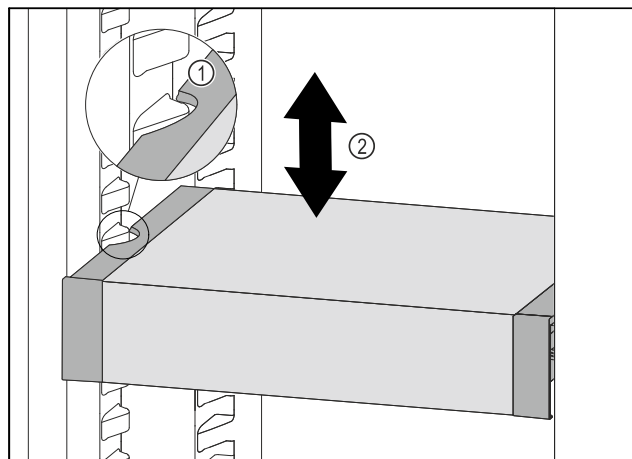

Fig. 201
- VarioSafe vucite prema naprijed sve dok se bočni otvori VarioSafe ladice ne nađu na visini žlijeba spremnika u hladnjaku. Fig. 201 (1)
- Pomičite ladicu VarioSafe u hladnjaku prema gore ili dolje sve dok ne dosegnete željenu visinu. Fig. 201 (2)